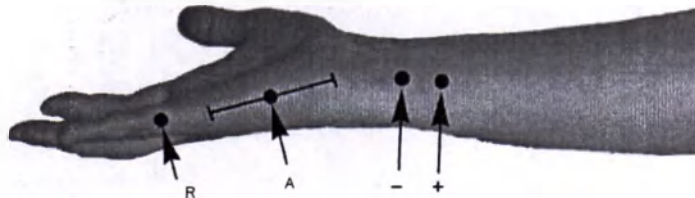

Рис. 34. Наложение электродов: А — активный электрод (черный); R — референтный электрод (красный)
- Наложите отводящие электроды (рис. 34).
Активный электрод (черный) накладывают посередине линии, соединяющей внутреннюю поверхность гороховидной кости и внутреннюю поверхность пятого пястно-фалангового сустава. Референтный электрод (красный) накладывают дистальнее, на проксимальную фалангу мизинца (рис. 34).